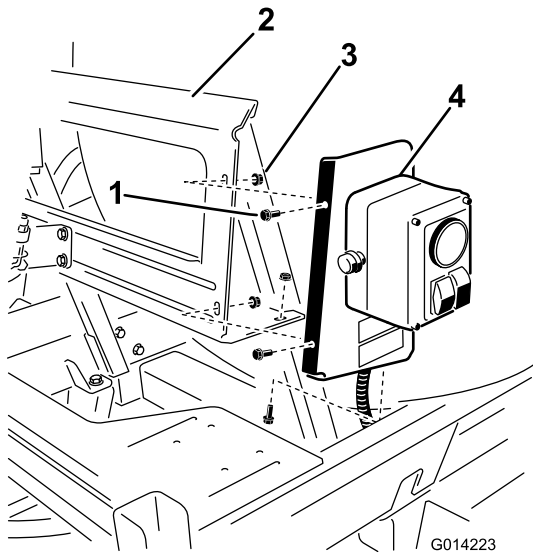

图6
- 如图6所示，用 3 个螺栓（1/4 x 5/8 英寸）和 3 个锁紧螺母（1/4 英寸）将总成安装到安装支架上。